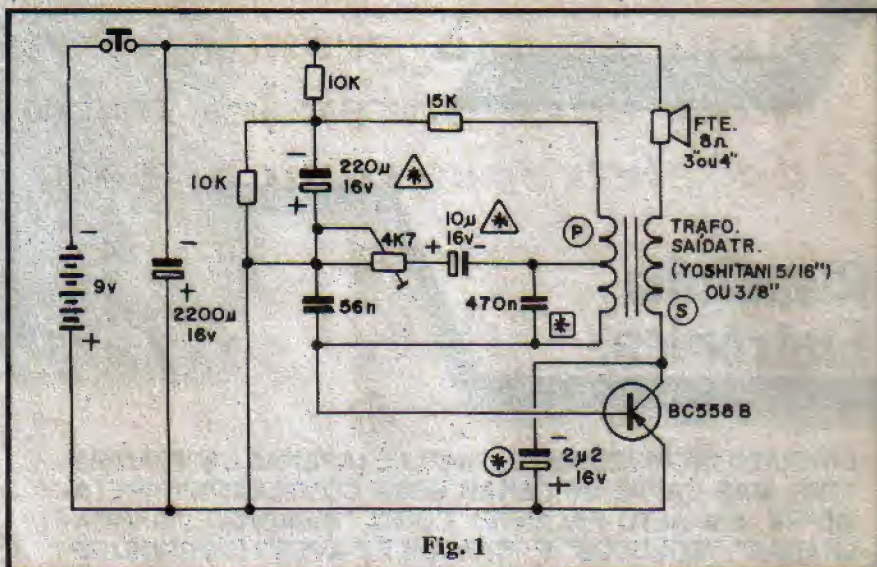

Fig. 1
A fig. 1 mostra o "esquema" da RISEL, com sua incrível centralização em um único transistor BC558B (que pode, na verdade, ser experimentalmente substituído por qualquer outro PNP de silício, baixa ou média potência, alto ganho, para uso geral em áudio). Basicamente trata-se de um oscilador que funciona por realimentação indutiva (proporcionada pelo transformador de saída). O secundário (S) do transformador, diferentemente da ligação ortodoxa, não fica em paralelo com o alto-falante, mas em série com este, formando assim a carga de coletor do transistor (recebendo, assim, a corrente já amplificada pelo BC558B).
Conforme foi dito no início, são muitas as possibilidades de se "fuçar" no circuito, buscando novos efeitos, ou mesmo um "aperfeiçoamento" do riso básico, se este não estiver "ao gosto do freguês". Seguindo a TABELINHA DE MODIFICAÇÕES, o hobbysta experimentador poderá obter muitos sons que, eventualmente, nada mais terão que ver com "risada"... Piados, cacarejos, soluços e coisas assim, poderão ser conseguidos a partir de modificações experimentais nos valores dos componentes-chave (aqueles indicados com asteriscos, no "esquema" da fig. 1).